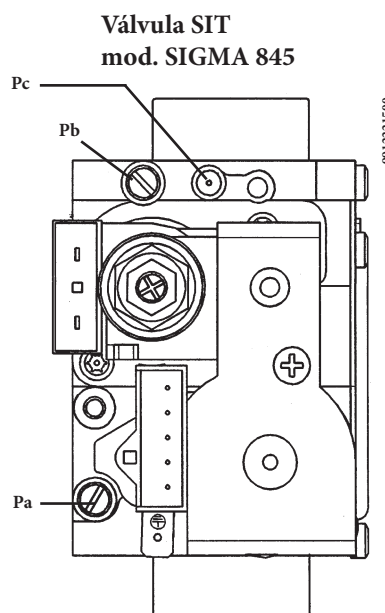
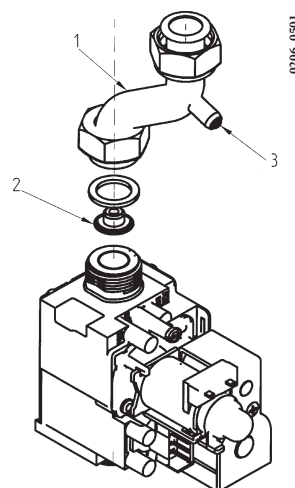

Figura 12a
Figura 12b (modelos 240/40 i - 240/60 i - 240/40 Fi y 240/60 Fi)
- desmontar el tubo de alimentación gas (1 de la Figura 12b);
- sustituir el inyector para diafragma montado en la válvula del gas (2);
- conectar la toma de presión positiva de un manómetro diferencial, posiblemente de agua, a la toma de presión (Pb) de la válvula del gas (figura 12a). Para los modelos 240 i/Fi utilizar la toma de presión (3) presente en el tubo de alimentación gas (figura 12b). Conectar, sólo para los modelos con cámara estanca, la toma negativa del mismo manómetro a un especial "T" que permita conectar entre ellos la toma de compensación de la caldera, la toma de compensación de la válvula del gas (Pc) y el manómetro. (Se puede efectuar una medición equivalente conectando el manómetro a la toma de presión (Pb) y sin el panel frontal de la cámara estanca).
- controlar que la presión dinámica de alimentación de la caldera, medida en la toma de presión (Pa) de la válvula del gas (figura 12a), sea correcta (30 mbares para el gas butano, 37 mbares para el gas propano o 20 mbares para el gas metano).